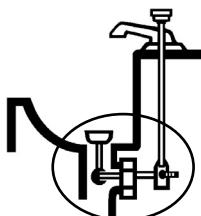

Figura 3
- Quite la varilla de sube y baja del tapón y el tapón mismo (Figura 3).